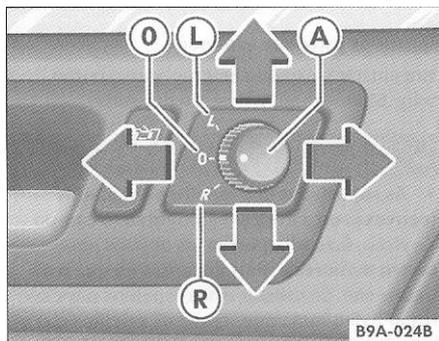

Fig. 62 Detalhe da porta do condutor: botão da regulagem elétrica dos espelhos externos
1. Gire o botão © fig. 62 para a posição (T) (espelho externo da esquerda).
3. Gire o botão ©^ fig. 62 para a posição (r) (espelho externo da direita).
5. Após os ajuste dos espelhos, retorne o botão @ para a posição de repouso © => fig. 62.
lado passageiro para uma melhor visualização da guia na calçada e facilitar as manobras de estacionamento. Para isso, gire o botão © fig. 62 até a posição (r), engate a marcha à ré e ajuste o espelho para a posição desejada.